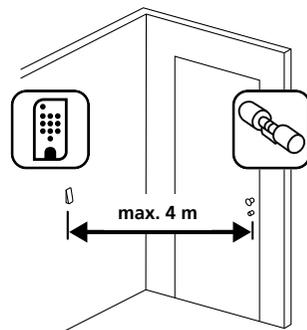

Fig. 1
① Tenere il tastierino nella posizione di montaggio desiderata (Fig. 1).